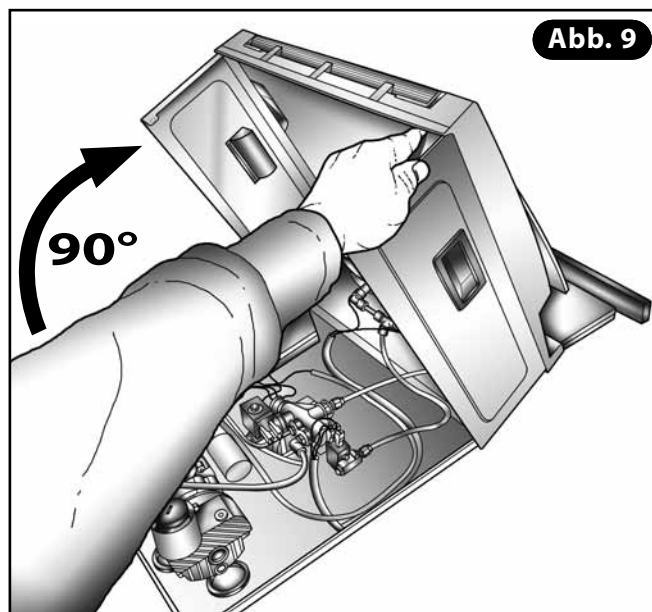

Abb. 9
- 6) Gehäuse der Maschine mit einer Hand anheben und vorne auf der ablagefläche anlehnen (**Abb. 9**).